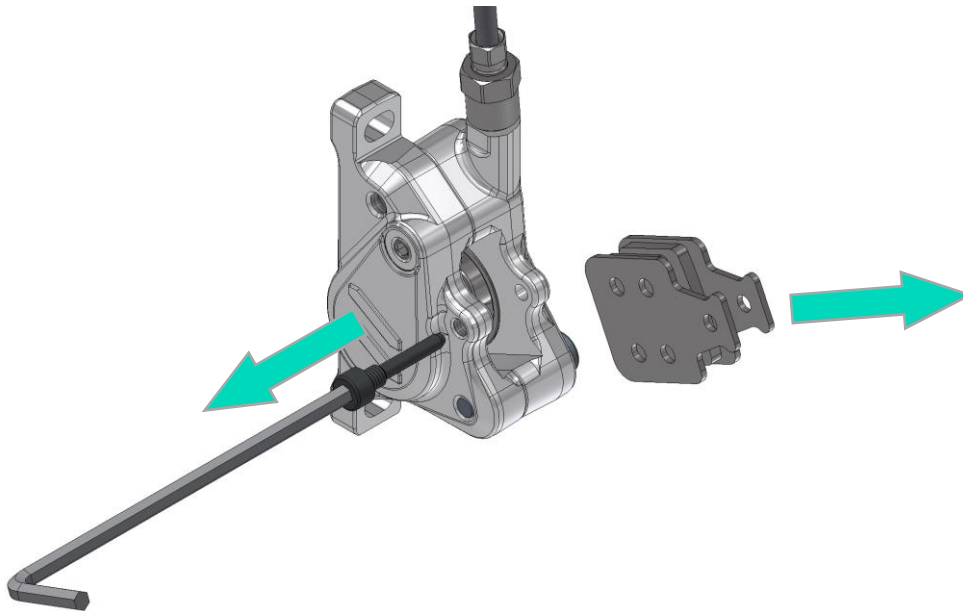

Abbildung 16 - Bremsbeläge entfernen
- Bremsbelaghalteschraube vollständig herausschrauben und aus dem Bremssattel herausziehen (siehe Abbildung 16, S. 17)
- Bremsbeläge nach oben aus dem Bremssattel herausziehen (siehe Abbildung 16, S. 17)